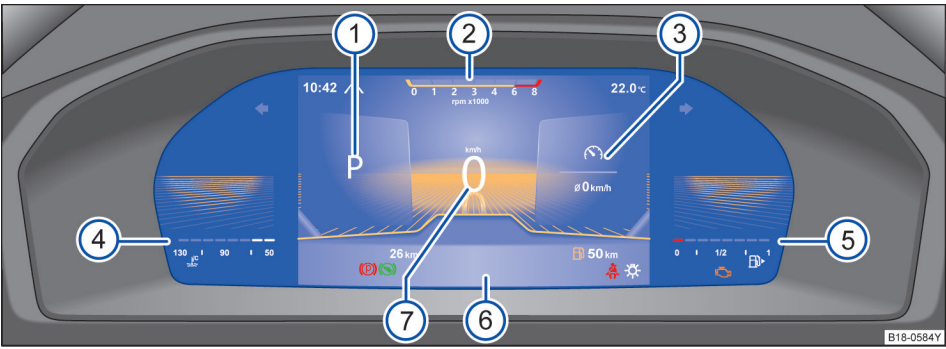

图 13 部分车型: 数字组合仪表
- 关于数字组合仪表的解释 → 图 13
- ① 左侧可选菜单
- ② 转速表
- ③ 右侧可选菜单
- ④ 发动机冷却液温度
- ⑤ 燃油存量表
- ⑥ 指示灯显示排
- ⑦ 车速
→ 图 13 是双菜单模式，屏幕左右两侧有两个菜单，可通过多功能方向盘的左右键进入菜单选择。